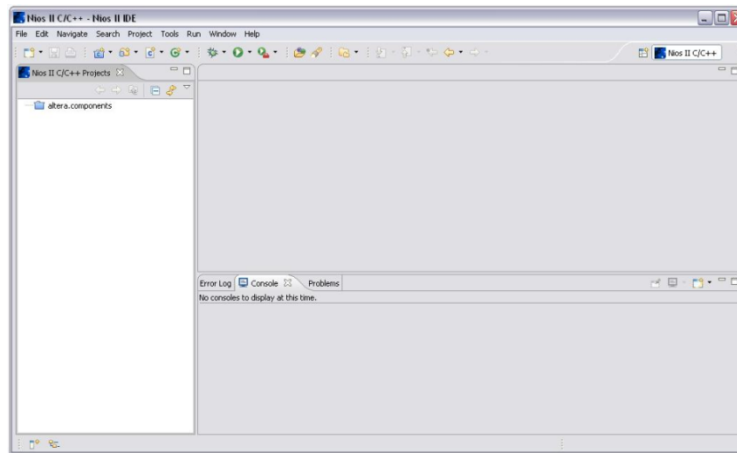

Figura D48 Entorno de desarrollo Nios II 7.2 IDE
1. Después de instalar el paquete de Software de ALTERA, se ejecuta el programa Nios II 7.2 IDE Figura D48.